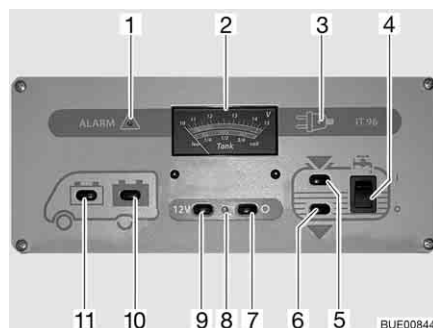

Bild 158 Panel IT 96-2
Der 12-V-Hauptschalter (Bild 158,7 und 9) schaltet das Panel und die 12-V-Versorgung des Wohnraums ein und aus.
Einschalten: ■ Schalter (Bild 158,9) drücken "12 V": Die 12-V-Versorgung des Wohnraums ist eingeschaltet. Die Kontroll-Leuchte (Bild 158,8) leuchtet grün.
Ausschalten: ■ Schalter (Bild 158,7) drücken "O": Die 12-V-Versorgung des Wohnraums ist ausgeschaltet. Die Kontroll-Leuchte (Bild 158,8) erlischt.
Beim Anzeigeeinstrument V/Tank (Bild 158,2) die obere Skala beachten. Das Anzeigeeinstrument wird automatisch beleuchtet, sobald ein Schalter gedrückt wird.
- Schalter (Bild 158,11) drücken "🔋": Die Batteriespannung der Starterbatterie wird angezeigt.
- Schalter (Bild 158,10) drücken "🔋": Die Batteriespannung der Wohnraumbatterie wird angezeigt.
Beim Anzeigeeinstrument V/Tank (Bild 158,2) die untere Skala beachten. Das Anzeigeeinstrument wird automatisch beleuchtet, sobald ein Schalter gedrückt wird.
- Schalter (Bild 158,5) drücken "": Die Wassermenge wird angezeigt.
- Schalter (Bild 158,6) drücken "": Die Abwassermenge wird angezeigt.
- Wippschalter (Bild 158,4) oben drücken "I": Die Wasserversorgung ist eingeschaltet.
- Wippschalter (Bild 158,4) unten drücken "O": Die Wasserversorgung ist ausgeschaltet.
Die rote Warnleuchte "ALARM" (Bild 158,1) blinkt, sobald die Spannung der Wohnraumbatterie 11 V (Messung im laufenden Betrieb) unterschreitet und damit Tiefentladung droht.
Die 12-V-Kontroll-Leuchte (Bild 158,8) leuchtet, wenn der 12-V-Hauptschalter (Bild 158,9) eingeschaltet ist.
Die gelbe 230-V-Kontroll-Leuchte (Bild 158,3) leuchtet, wenn am Eingang des Elektroblocs Netzspannung vorhanden ist.